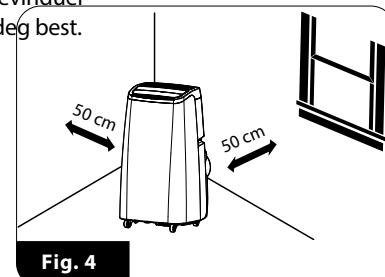

Fig. 4
- Plasser klimaanlegget på sin endelige plass, mens du holder en avstand på minst 50 cm med ledig plass rundt enheten (fig. 4).
- Installer den ytre koplingen (16) på den andre enden av utløpsrøret (15) i vinduet ved å bruke monteringssettet som følger med. Du kan bruke monteringssettet for skyevvinduer eller vippevinduer, alt avhengig av hva som passer deg best.